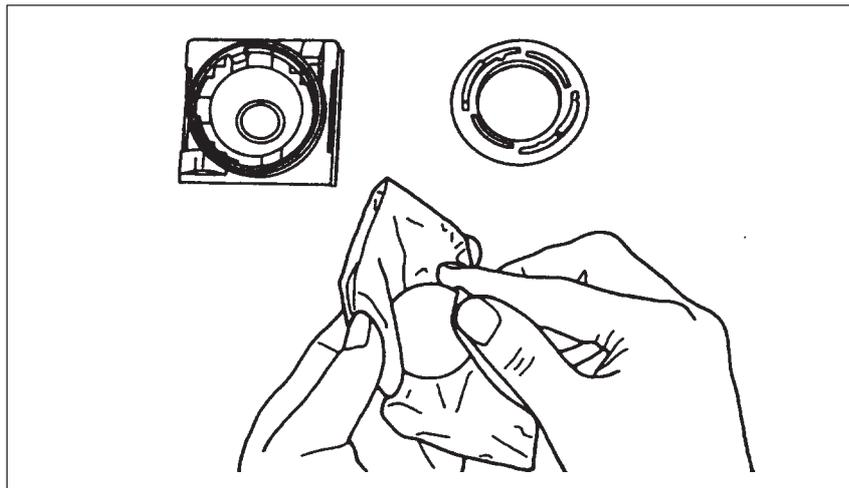

Bild 2-11 Reinigung der Rollkugel
4. Säubern Sie die Kugel mit Leitungswasser, dem Sie ein mildes Reinigungsmittel zusetzen können (Bild 2-11).